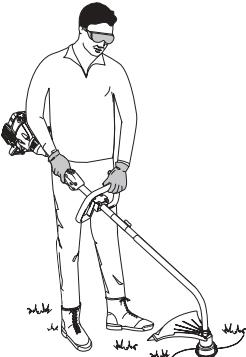

Fig. 9
**AVERTISSEMENT :** évitez tout démarrage accidentel. Tenez-vous en position de démarrage lorsque vous tirez sur la corde de démarrage (Fig. 9). L'opérateur et l'appareil doivent tous deux être en position stable pour éviter des blessures graves.
Avant de faire marcher l'appareil, tenez-vous en position de fonctionnement (Fig. 9). Vérifiez les points suivants: